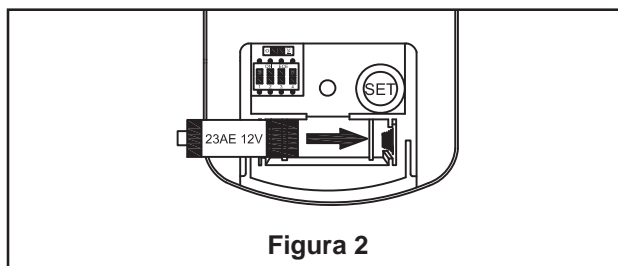

Figura 2
2. Para que el ventilador sea funcional, instale las pilas (incluidas) de 23A/12V en el transmisor del mando a distancia. Mientras el ventilador esté apagado. A continuación, siga el proceso de fijación remota de código. Si no se utiliza el ventilador durante un largo periodo de tiempo, extraiga la batería para evitar cualquier daño al transmisor. Almacene el mando a distancia en un lugar alejado del calor o la humedad excesiva. (Figura 2)